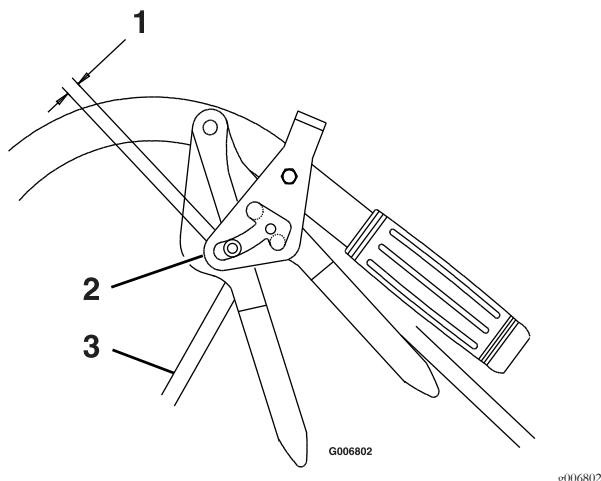

Figura 20
- B. Ajuste la longitud del acoplamiento de la transmisión enroscando o desenroscando el acoplamiento en el pivote hasta que quede un espacio de 0.47 a 0.64 cm (3/16" a 1/4") entre el conjunto del acoplamiento y el fondo de la ranura del seguro de bloqueo de punto muerto/freno de estacionamiento (ver Figura 20).